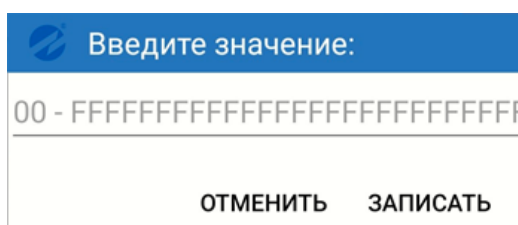

Рис.26. Вид диалогового окна редактирования параметров.
- в открывшемся диалоговом окне (рис.26) ввести требуемое значение;